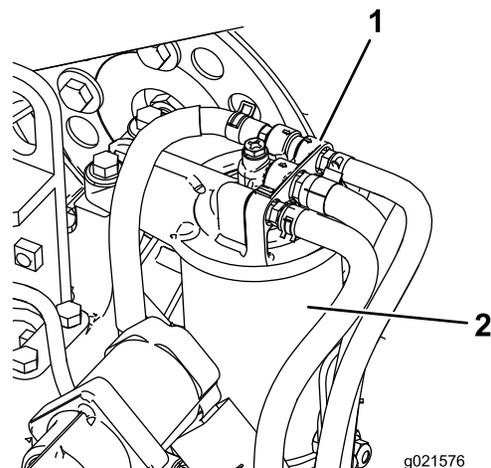

図 79
1. 燃料フィルタのヘッドの周囲をきれいに拭く(図 79)。
2. フィルタを外してフィルタヘッドの取り付け部をきれいに拭く(図 79)。